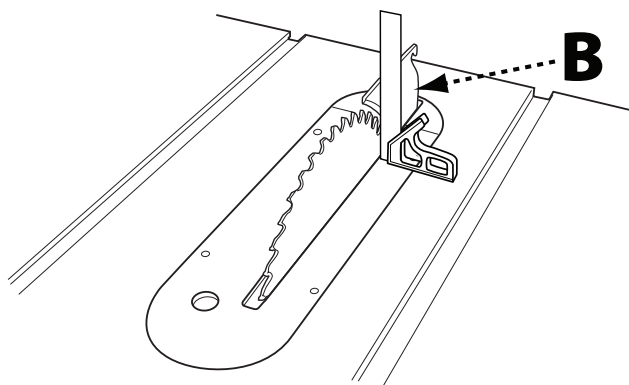

FIGURE 17b
3. En utilisant une équerre de menuisier, vérifiez l'angle de la lame par rapport à la table, comme le montre la Figure 17b, page 50. Si la lame est à 90° par rapport à la table, passez à l'étape 6.
1. **Alignement vertical :** Placez une équerre de menuisier sur la table contre la face de la lame et assurez-vous qu'elle s'étend le long du couteau diviseur (B), comme le montre la Figure 17b. Le couteau diviseur et la lame doivent toucher l'équerre de menuisier en continu. Assurez-vous que le bord droit passe entre les dents et repose sur la face de la lame et le couteau diviseur pour un alignement correct.